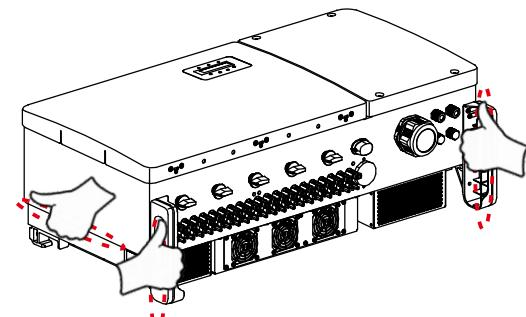

图3.4 逆变器手柄
2. 需要两个人从纸箱中取出逆变器。可以参考图示扶抬区将逆变器从纸箱中取出（参见图3.4）。